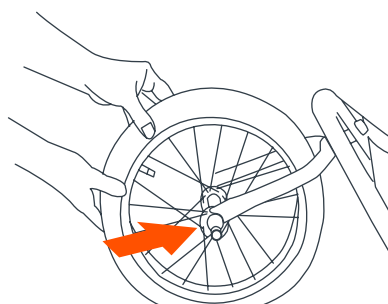

Fig. 2
2) Faites glisser la roue avant sur les fourchettes avant (Fig. 2).